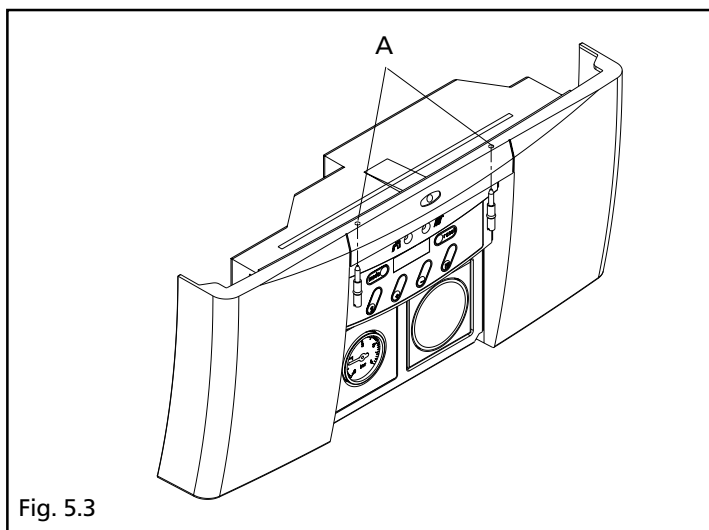

Fig. 5.3
- Svitare con un cacciavite a taglio le due viti A di fissaggio del cruscotto (fig. 5.3)